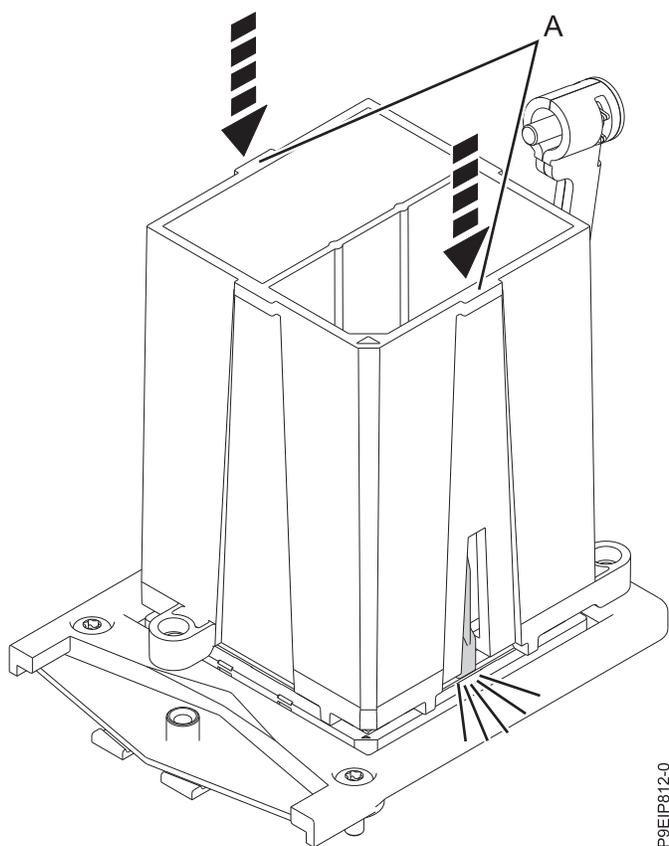

図 72. システム・プロセッサ・モジュールをツールにロック
10. 取り外しツール (A) がシステム・プロセッサ・モジュールの上部に乗った状態で、ツールを押し下げて、システム・プロセッサ・モジュールをツールにロックします (図 72 を参照)。